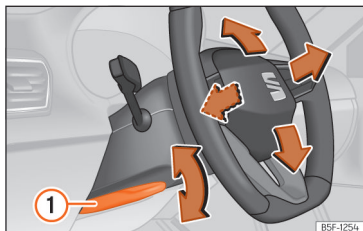

Fig. 64 Alavanca na parte inferior do lado esquerdo da coluna de direção
• Puxe a alavanca »» **Fig. 64** ① para baixo, mova o volante até à posição desejada e volte a subir a alavanca até ao ponto de fecho.
• Após ajustar a coluna da direção, empurre firmemente a alavanca »» **Fig. 64** ① para cima para que o volante não mude de posição acidentalmente durante o andamento.